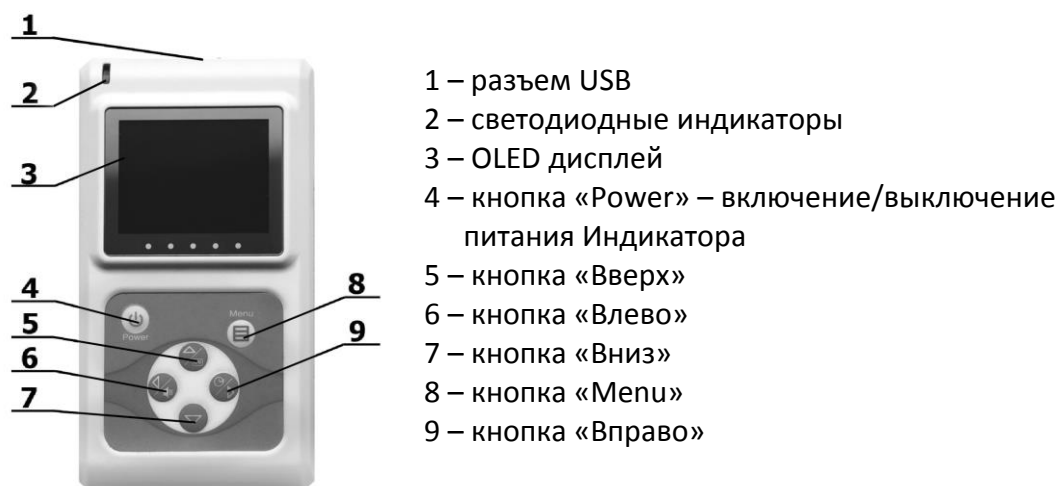

Рис. 1 Внешний вид лицевой стороны RadiaScan-501(701)
Внешний вид лицевой стороны RadiaScan-501(701) представлен на Рис. 1.